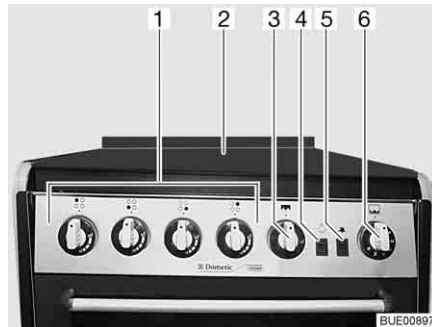

Fig. 186 Fornello a gas con forno e grill
- Aprire la copertura del fornello a gas (Fig. 186,2).
- Ruotare il pomello girevole (Fig. 186,1) dell'apparecchio a fiamma libera desiderato in posizione accesa (fiamma alta) e premere.
- Premere il pulsante per l'accensione (Fig. 186,5) finché la fiamma non brucia.
- ▷ Con l'interruttore (Fig. 186,4) si accende e si spegne la luce nel forno.
- Premere leggermente il pomello girevole (Fig. 186,3) e ruotare in posizione accesa (fiamma alta).
- Premere leggermente il pomello girevole (Fig. 186,6) e impostarlo su una posizione di accensione tra 1 e 6.